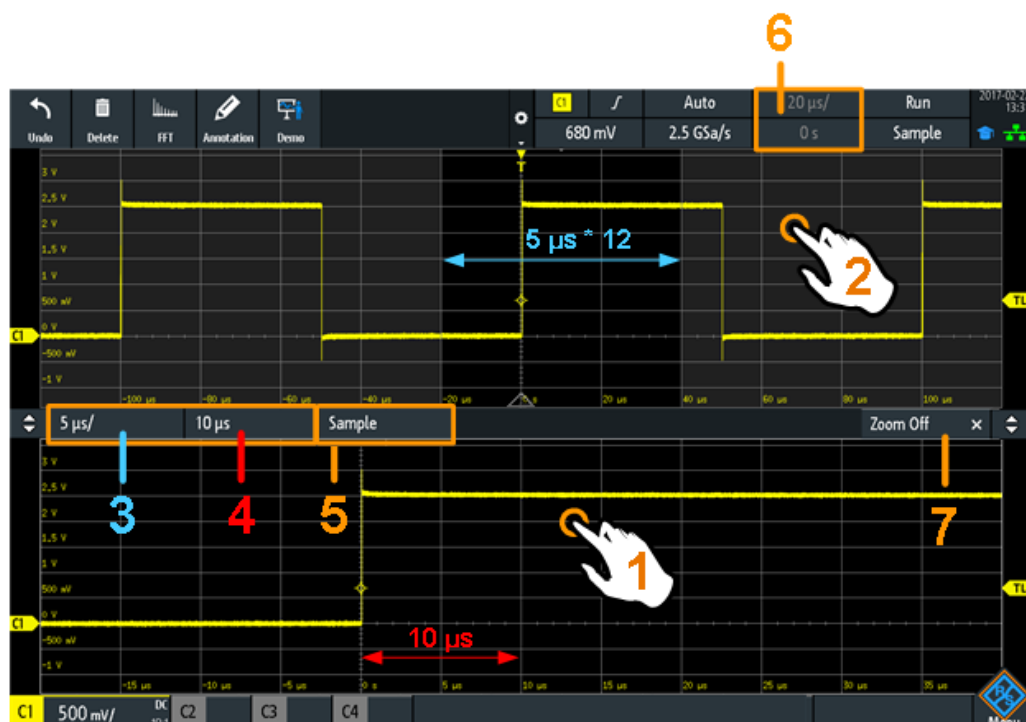

Bild 6-1: Anzeige des horizontalen Zooms: Zoom im unteren Fenster, normale Messkurve im oberen Fenster
- Tippen Sie auf die Zoomskala- oder Zoompositionsanzeige im Zoomfenster und geben Sie über das Nummernfeld einen Wert ein. Diese Einstellungen sind horizontale Werte, die in horizontalen und vertikalen Zoomfenstern wirksam werden. Siehe Nummer 3 und 4 in Bild 6-1.